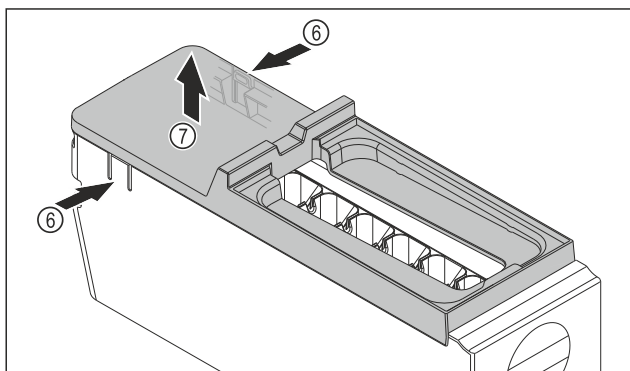

Fig. 142
- ▶ Зняти кришку з корпусу EasyTwist-Ice: натиснути однією рукою на накладки Fig. 142 (6) з обох боків корпусу EasyTwist-Ice.
- ▶ Зняти кришку Fig. 142 (7), потягнувши її вгору іншою рукою.